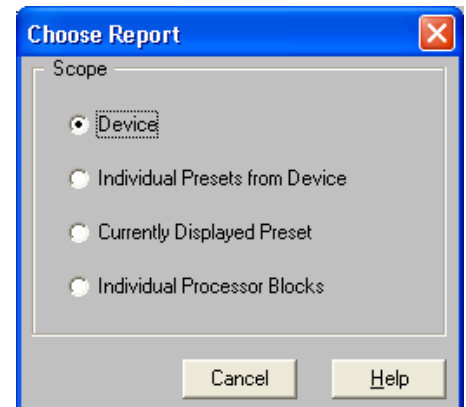

ABBILDUNG 10-1: Dialogfeld "Choose Report" (Bericht wählen)
2. Das Dialogfeld "Choose Report" (Bericht wählen) wird eingeblendet (siehe Abb. 10-1).